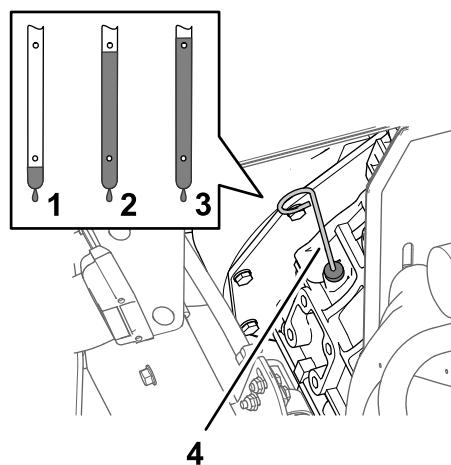

Figura 74
6. Retire la varilla y compruebe el nivel de aceite del motor (Figura 74).
7. Añada lentamente más aceite del tipo especificado para que el nivel llegue a la marca Lleno de la varilla (Figura 74).